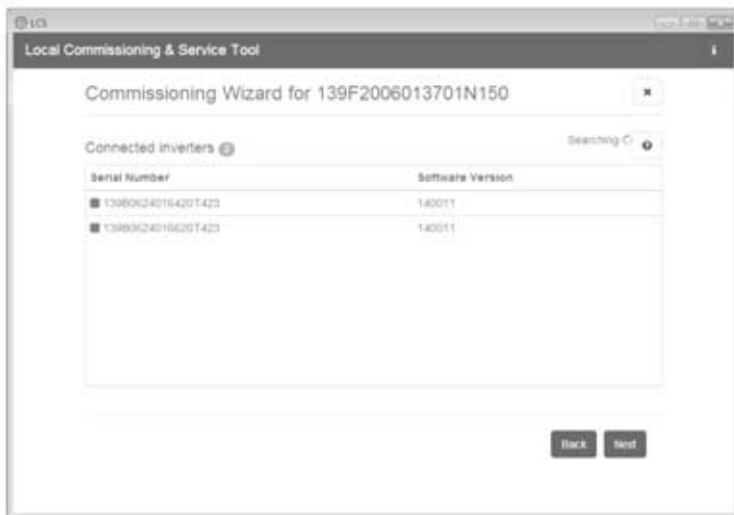

Figura 3.6 Tool LCS - Elenco degli inverter collegati
- Viene visualizzato un elenco di inverter identificati dall'Inverter Manager selezionato. V. figura 3.6.